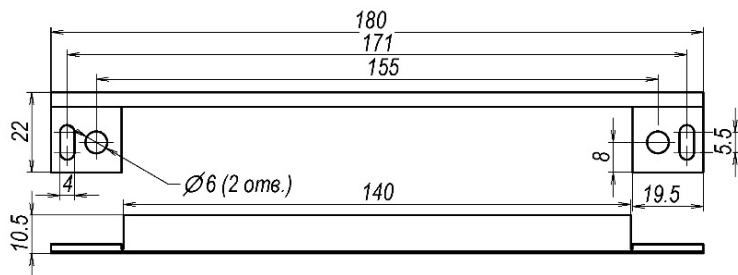

Рис.6 Декоративная планка
5.4 Для скрытия зазоров (щелей), образующихся в процессе установки корпусной части в дверную коробку в качестве декоративного элемента используется **планка 250SD**, выполненная из нержавеющей стали (Рис.6) .